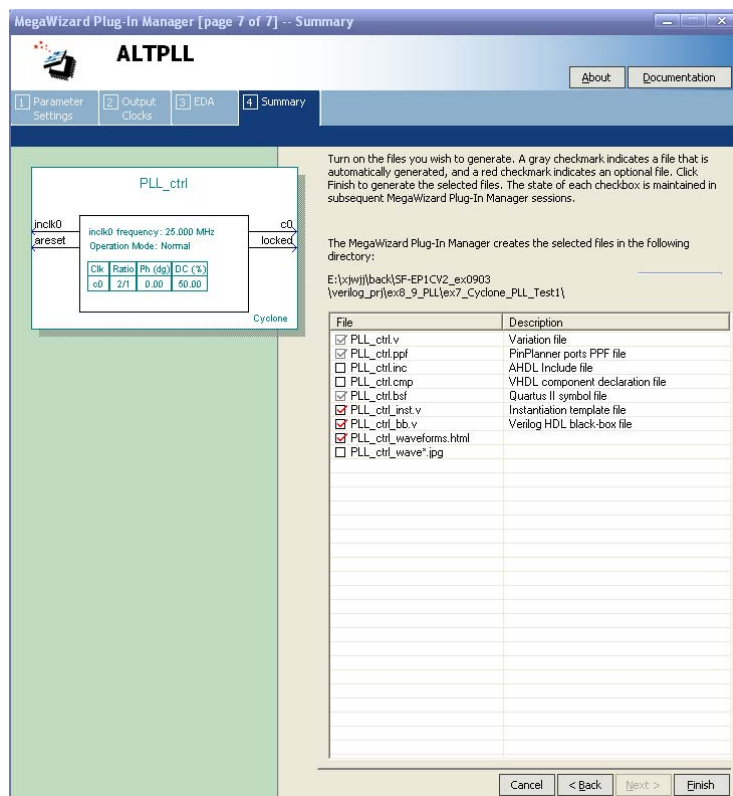

图 10 输出文件
⑩ 如图 10 所示，“Summary”中罗列了该 PLL 核最终的输出文件。对主要的一些输出文件说明如下：